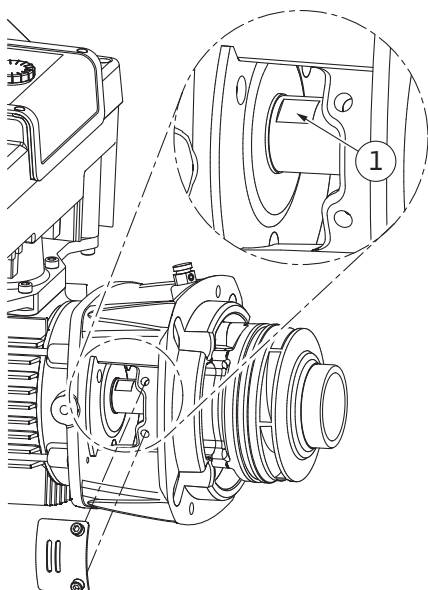

Fig. 106: Schlüsselflächen auf Welle
14. Einen Maulschlüssel (SW22 mm), in das Laternenfenster einführen und die Welle an den Schlüsselflächen festhalten (Fig. 106, Pos. 1). Die Laufradmutter (Fig. I, Pos. 22) ausdrehen. Das Laufrad (Fig. I, Pos. 21) wird automatisch von der Welle abgezogen.
3. Einen Maulschlüssel (SW22 mm), in das Laternenfenster einführen und die Welle an den Schlüsselflächen festhalten (Fig. 106, Pos. 1).
10. Einen Mausschlüssel (SW32 mm), in das Laternenfenster (Fig. IV, Pos. 38) einführen und die Welle an den Schlüsselflächen festhalten (Fig. 106, Pos. 1). Laufrad mit Unterscheibe(n) und Mutter montieren. Mutter festziehen. Beschädigungen der Gleitringdichtung durch Verkanten vermeiden.